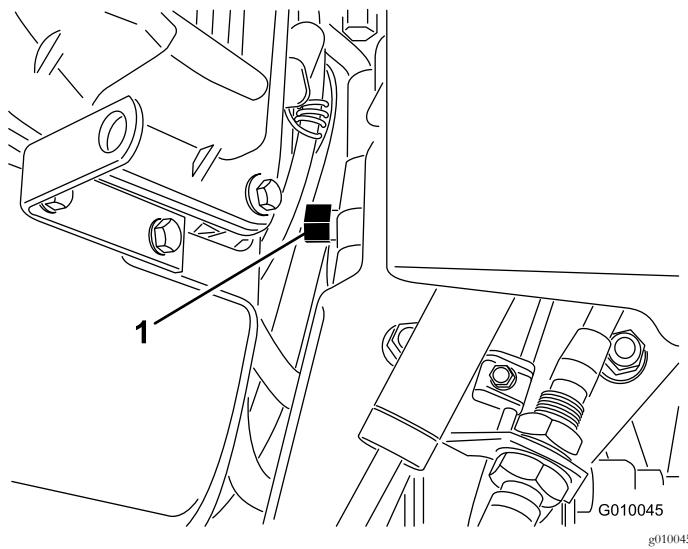

Figura 30
- Localize a válvula de derivação entre o motor e a bomba hidrostática (Figura 30).
- Utilizando uma chave de 5/8 pol., rode a válvula de derivação no sentido contrário ao dos ponteiros do relógio 1 volta. Isto permite que o fluido hidráulico passe pela bomba, possibilitando a rotação das rodas (Figura 30).
- Para voltar a colocar o arejador a funcionar, rode a válvula de derivação no sentido dos ponteiros do relógio 1 volta (Figura 30).